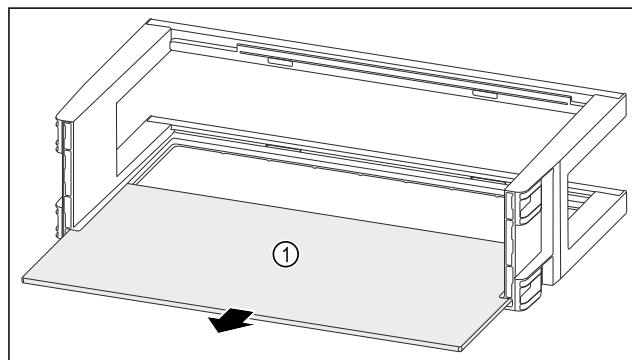

Fig. 120
- Rimuovere il ripiano Fig. 120 (1).